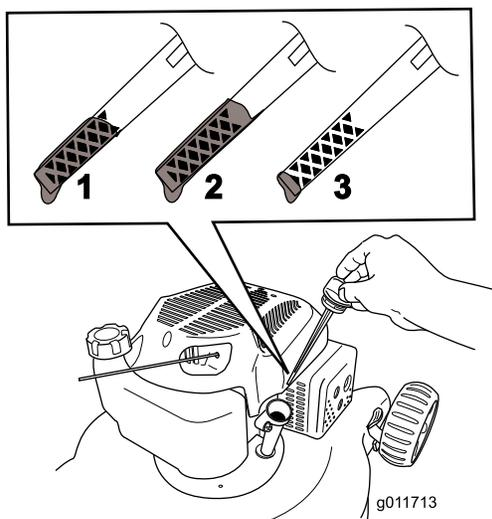

Figura 8
Nota: Encha o cárter do motor com óleo até a vareta indicar que o nível de óleo do motor está correcto, como indicado em Figura 8. Se encher demasiado o motor com óleo, retire o óleo em excesso, tal como indicado em Mudar o óleo do Motor.
5. Para determinar o nível de óleo adequado na vareta, consulte Figura 8).